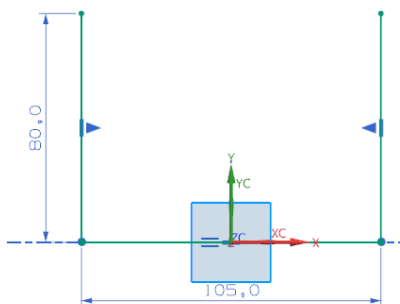

图 7-88 绘制草图
(2) 在“轮廓弯边”对话框上单击 图标，选择 XC-YC 平面为草图绘制面，绘制轮廓弯边特征轮廓草图，如图 7-88 所示。单击“完成” 图标，草图绘制完毕。